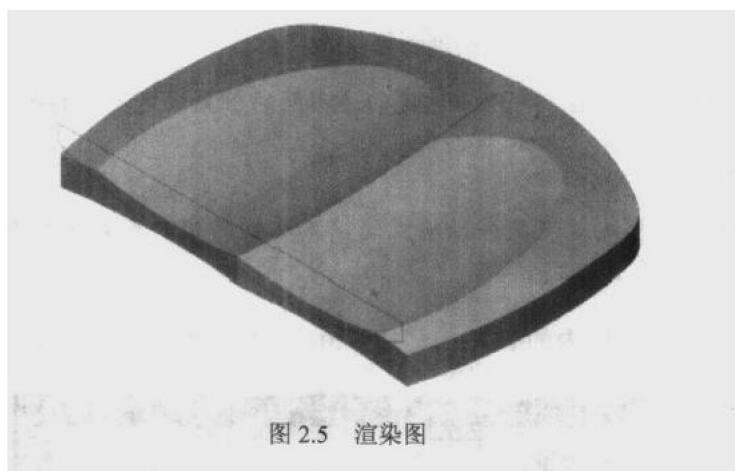

图 2.5 渲染图
- (6) 选择 Cut body→Ok。Section chain 沿着座椅面扫描切除 Section chain 的形状。
- (7) 打开渲染，完成的图形如图 2.5 所示。
- (8) 保存文件。